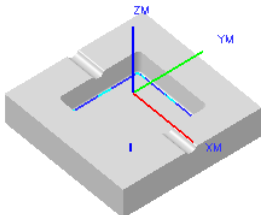

图 4.7.7 刀路轨迹
Step1. 在“单刀路清根”对话框中单击“生成”按钮 , 在图形区中生成图 4.7.7 所示的刀路轨迹。